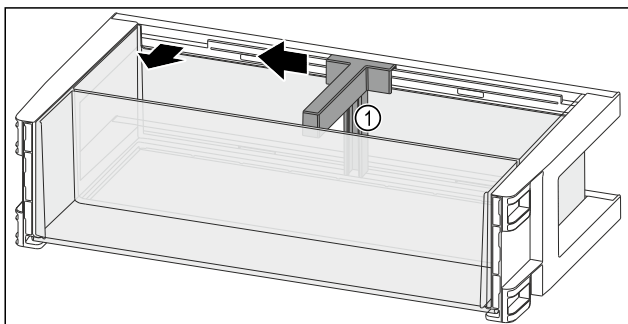

Fig. 110
- ▶ Przesunąć uchwyt butelek Fig. 110 (1) na bok do zagłębienia.
- ▶ Wyjąć uchwyt butelek Fig. 110 (1).